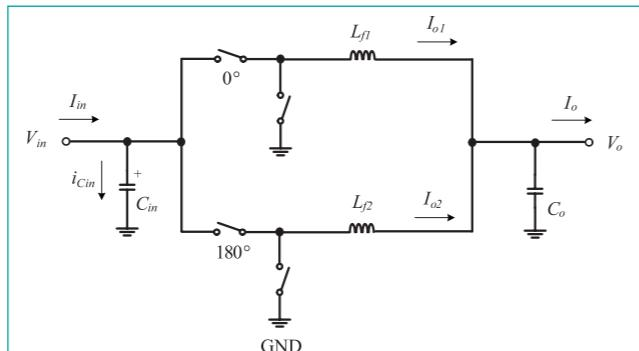

图 10. 双相交替降压转换器。
不妨进一步推广上述的概念，试考虑当输出端都连接在一起的情形，如图 10 所示的那样，即让 $D_1 = D_2 = D$ 。假设由于采用了交替而实现了理想的电流共享，于是 $I_{o1} = I_{o2} = \frac{I_o}{2}$ ，并提供相位相差 180° 的同步化的时钟信号，于是式 (15) 和 (18) 可以简化为